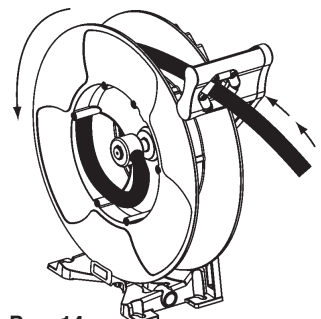

Рис. 14
3. Tirar levemente a mangueira até que esteja liberada do trinquete e se enrole por si mesma (fig. 14).
3. Retirar levemente a mangueira até que ela esteja liberada do trinquete e se enrole por si mesma (fig. 14).